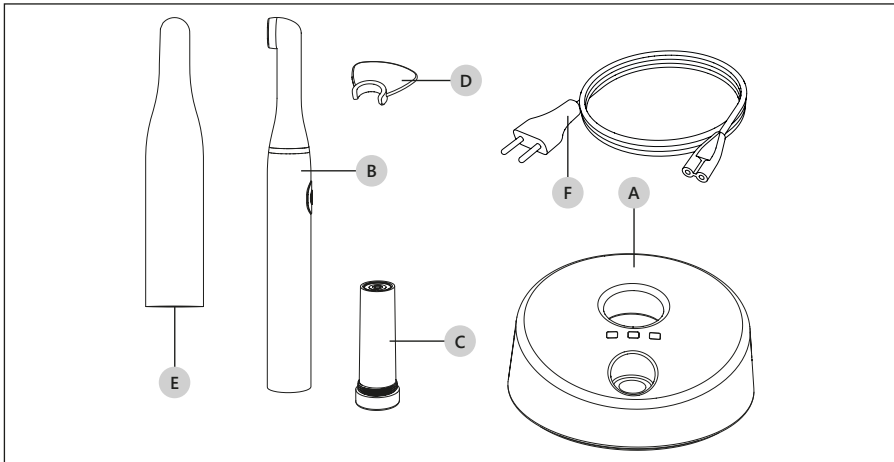
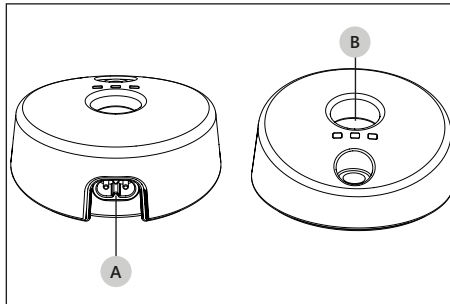

Abbildung 5 – Liste der Komponenten
Abbildung 6 – Ladestation.
⚠ ACHTUNG: Laden Sie die Batterie nur mit der Mectron-Ladestation auf (*Abbildung 5 auf Seite 8 - Bez. A*). Versuchen Sie nicht, mit einem allgemeinen Batterieladegerät aufzuladen. Explosions- und Brandgefahr.
Bitte beziehen Sie sich auf Abbildung 5 auf Seite 8:
⚠ GEFAHR: Führen Sie keine Metallgegenstände in den Handstückhalter der Ladestation (Abbildung 6 auf Seite 10 - Bez. B) ein, wenn das Gerät eingeschaltet ist.
2. Stecken Sie das Stromversorgungskabel (Abbildung 5 auf Seite 8 - Bez. F) in den Anschluss auf der Rückseite des Geräts (Abbildung 6 auf Seite 10 - Bez. A) und dann in die Wandsteckdose. Die grüne "Power"-LED leuchtet auf (Tabelle 1 auf Seite 11 - Bez. A).
1. Das Handstück komplett mit dem Batteriemodul in den Sitz der Ladestation einsetzen (Abbildung 6 auf Seite 10- Bez. B). Die gelbe LED der Batterie leuchtet auf (Tabelle 1 auf Seite 11 - Bez. B).
1. Das Handstück in das Gehäuse der Ladestation einsetzen (Abbildung 6 auf Seite 10- Bez. B). Die gelbe LED der Batterie leuchtet auf (Tabelle 1 auf Seite 11 - Bez. B).
ⓘ ACHTUNG: Laden Sie die Batterie nur mit der Mectron-Ladestation auf (Abbildung 5 auf Seite 8 - Bez. A). Versuchen Sie nicht, mit einem allgemeinen Batterieladegerät aufzuladen. Explosions- und Brandgefahr.